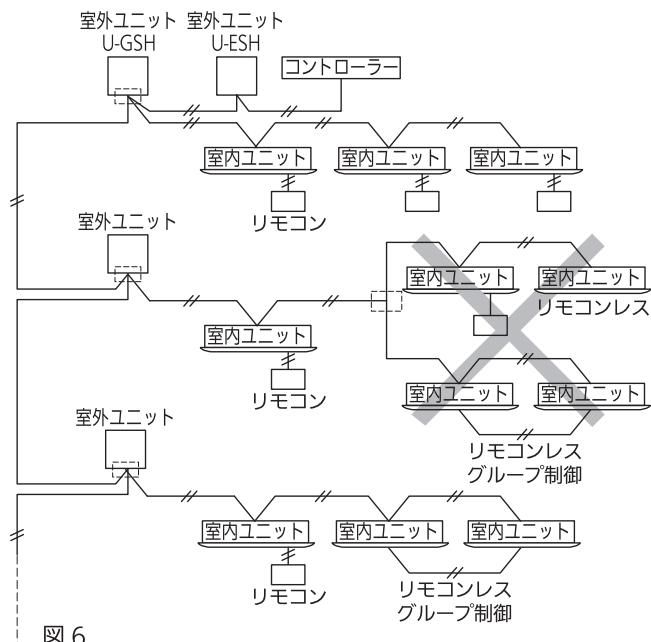

図6
⑥ 分岐後の分岐（一筆書きでない箇所の分岐）は禁止です。 (図6)